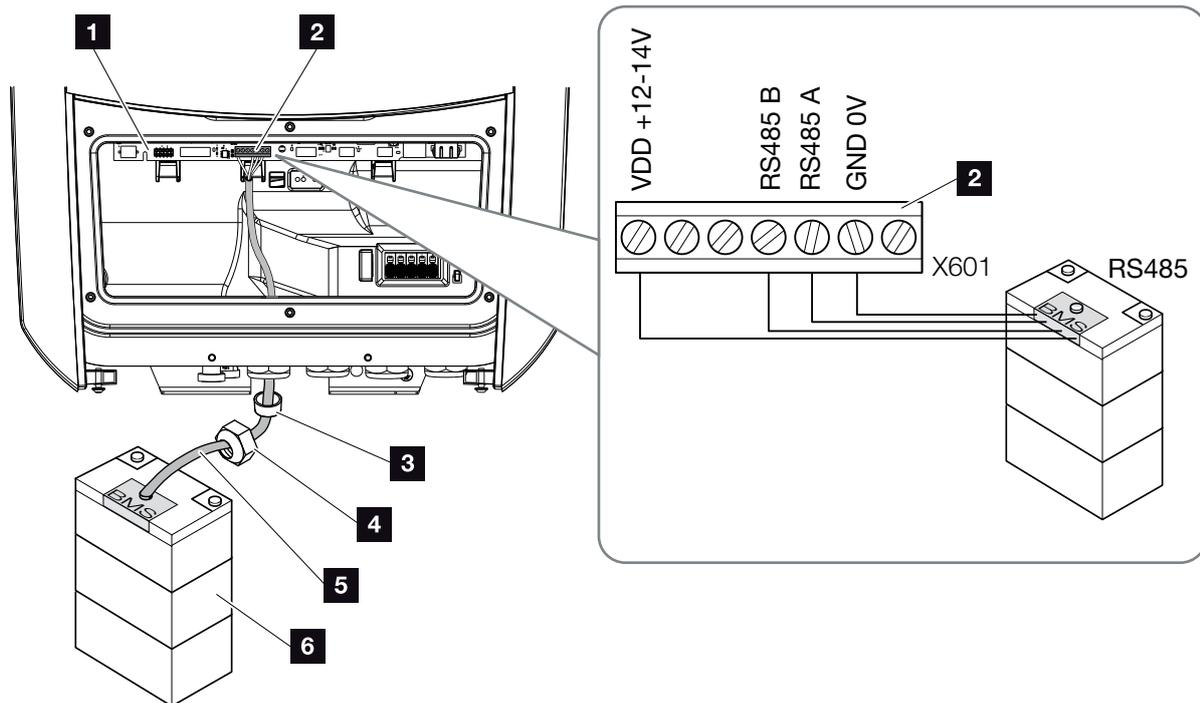

Fig. 30 : Raccordement de la batterie communication RS485
3. Raccorder le câble de communication (RS485) à l'interface de communication de la carte SCB (Smart Communication Board).  **Fig. 30 pos. 2**